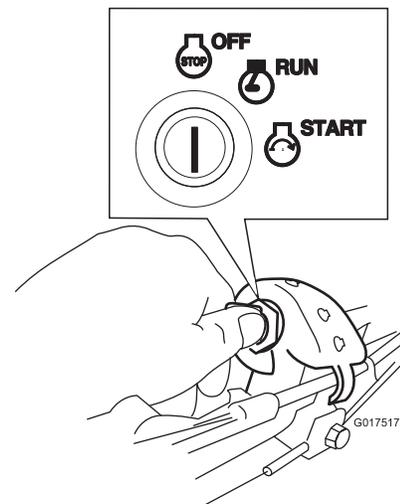

Figure 22
1. Tournez la clé de contact à la position arrêt (Figure 22).